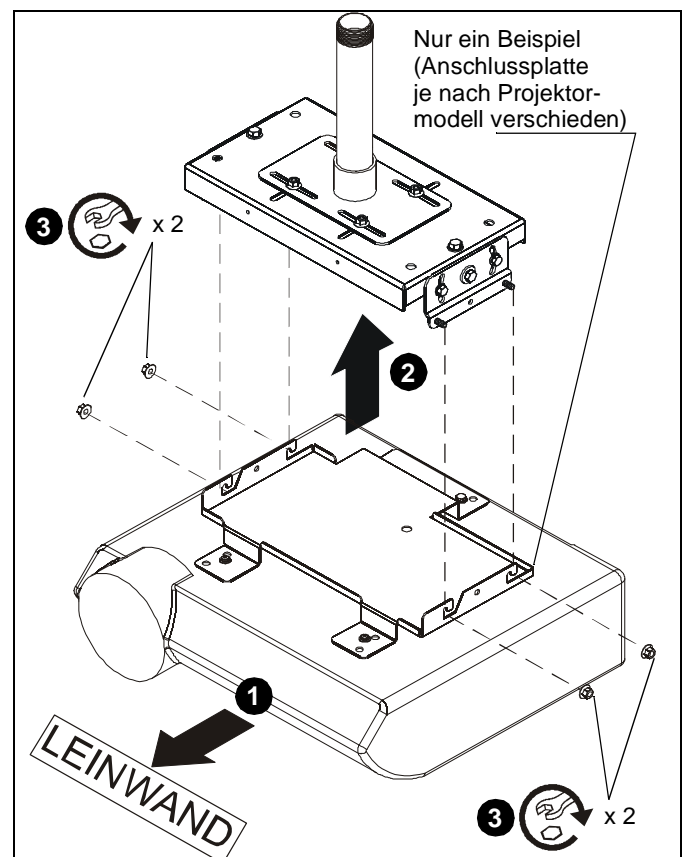

Abb. 3
1. Richten Sie den Projektor mit der daran befestigten Anschlussplatte so aus, dass er sich im rechten Winkel zur Leinwand befindet. (Siehe Abb. 3)
2. Heben Sie den Projektor und befestigen Sie ihn an den vier Stiften, die außen aus dem VCM-Gehäuse ragen. (Siehe Abb. 3)
3. Ziehen Sie die vier 5/16"-Flanschnuttern fest. (Siehe Abb. 3)